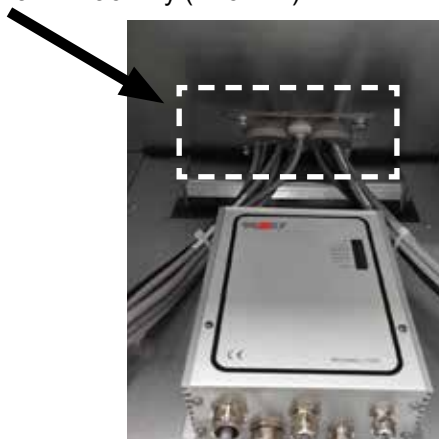

Рис. 1.2
- Демонтировать пластину (Рис. 1.2)